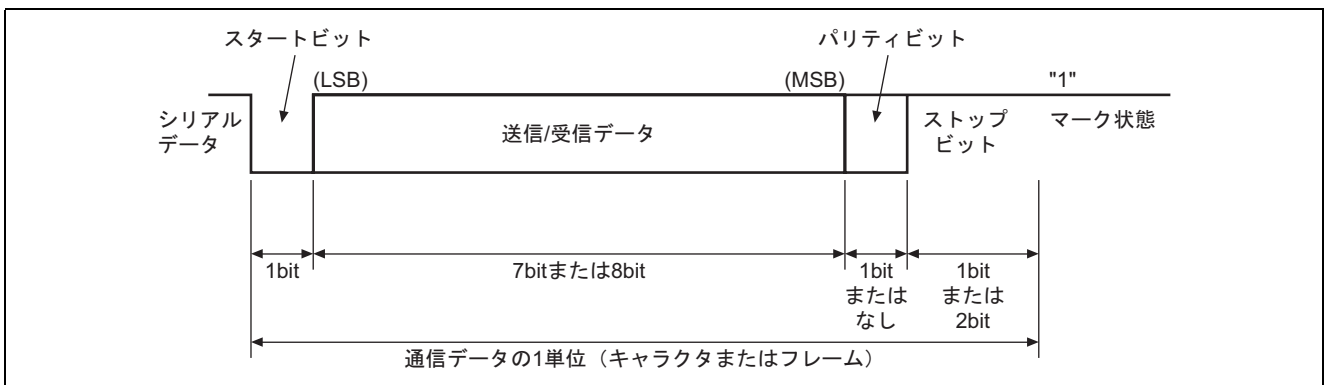

図 3 調歩同期式通信のデータフォーマット
- 図 3 に調歩同期式通信のデータフォーマットを示します。調歩同期式通信では、通信回線は通常マーク状態("High"レベル)に保たれています。SCI3 では通信回線を監視し、スペース("Low"レベル)になったところをスタートビットとみなしてシリアル通信を開始します。